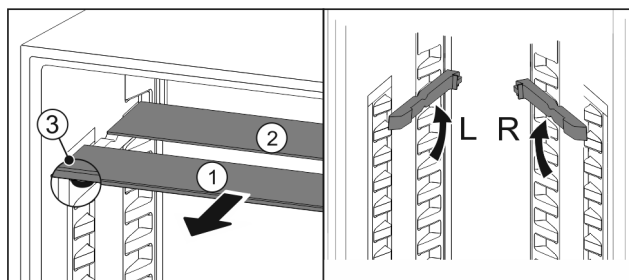

Fig. 85
- Steklene plošče posamično izvlecite Fig. 85 (1) naprej.
- ▷ Steklena plošča Fig. 85 (1) z okrasno letvijo je spredaj.
- ▷ Zaustavljalniki Fig. 85 (3) so obrnjeni navzdol.